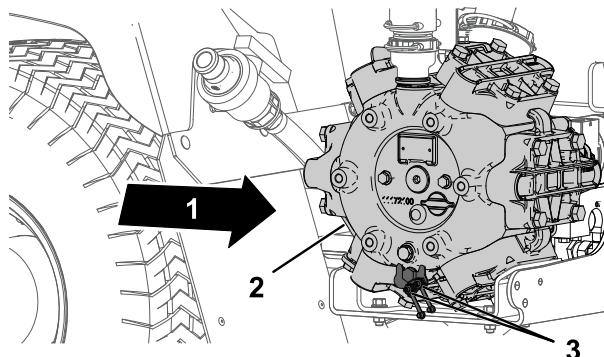

Figure 67
- Essuyez les 2 graisseurs à distance pour les nettoyer (Figure 67).
- Arrière de la machine 3. Point de graissage (2)
- Injectez de la graisse dans le graisseur à distance (Figure 67).